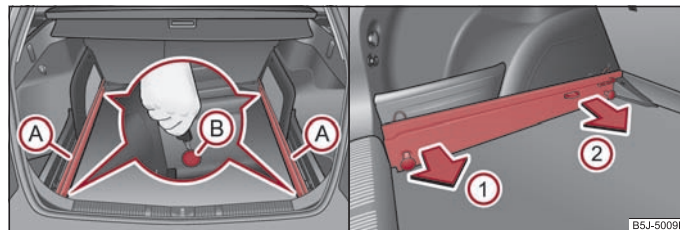

Fig. 63 Coffre à bagages: Défaire les points de fixation / extraire les glissières de support
- Défaitez les points de fixation (B) sur les glissières de support au moyen de la clé du véhicule ou avec un tournevis plat ⇒ page 68, fig. 63.
- Mettez la glissière de support (A) sur la position (1) ⇒ page 68, fig. 63 et défaitez-la en la tirant dans le sens de la flèche. Pour faciliter la dépose, vous pouvez sortir les vide-poches extractibles* ⇒ page 80, « Vide-poches extractible* dans coffre à bagages ».
- Mettez la glissière de support (A) sur la position (2), défaitez-la en la tirant dans le sens de la flèche et sortez-la.